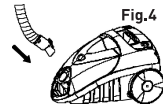

Fig.4
3. Insérez le tuyau au canal d'entrée d'air se trouvant au-dessus de l'appareil. Appuyez jusqu'à ce que vous entendiez « clic ». (Voir Figure 4).